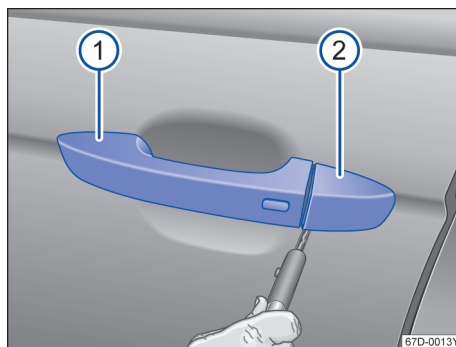

图 49 取下在驾驶员车门内车门锁的盖罩
- 拉起开门把手 (1)。
- 将无线遥控钥匙的钥匙头从下面插入盖罩的开口内→图 49(2)。
- 转动钥匙以便松开盖罩并取下→图 49。